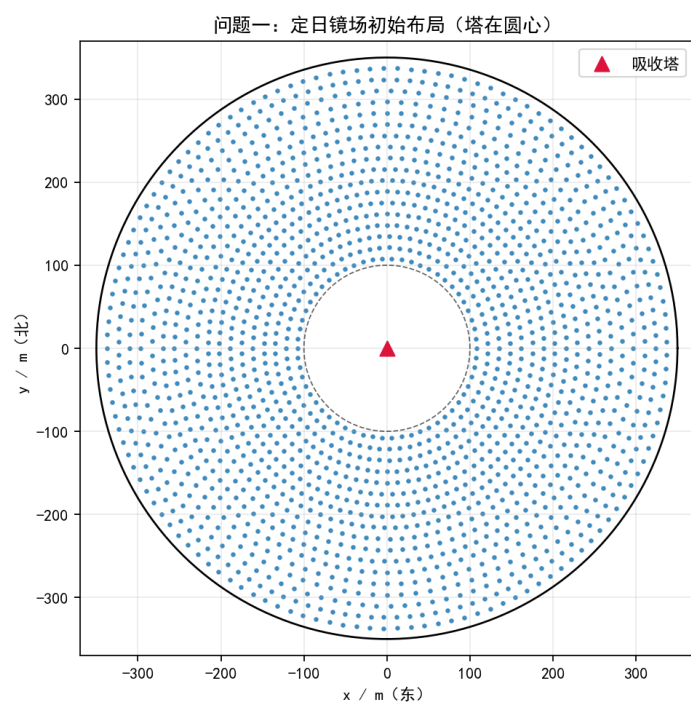
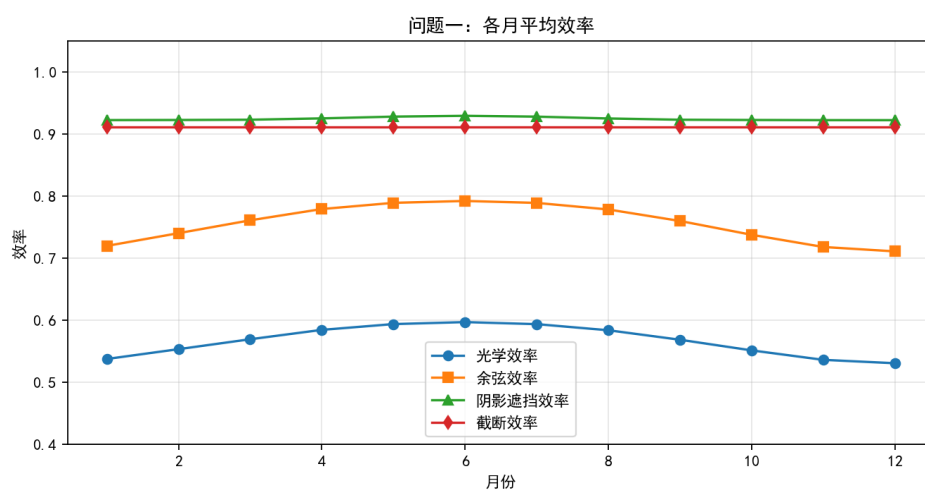
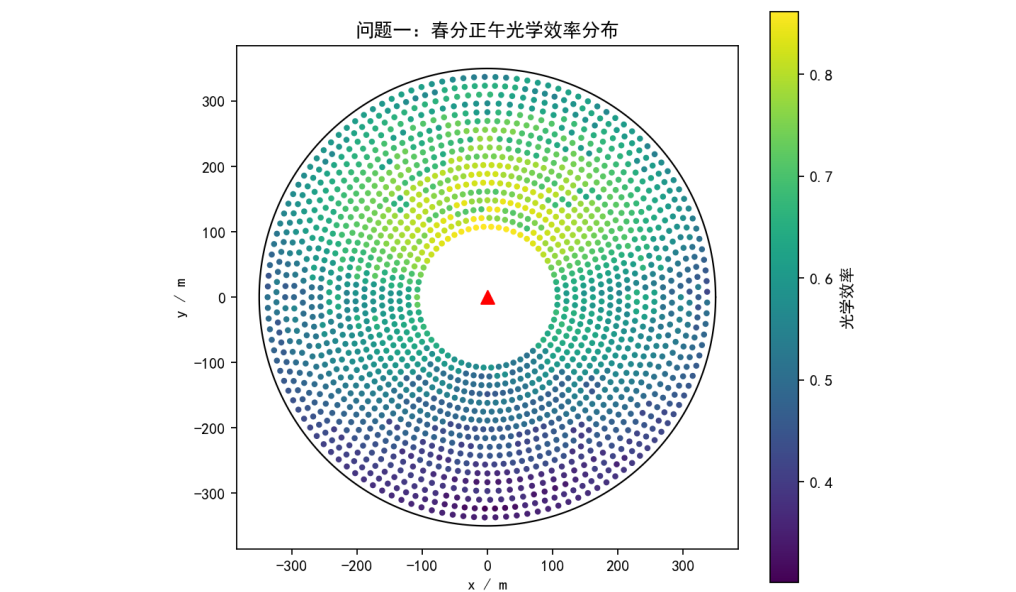
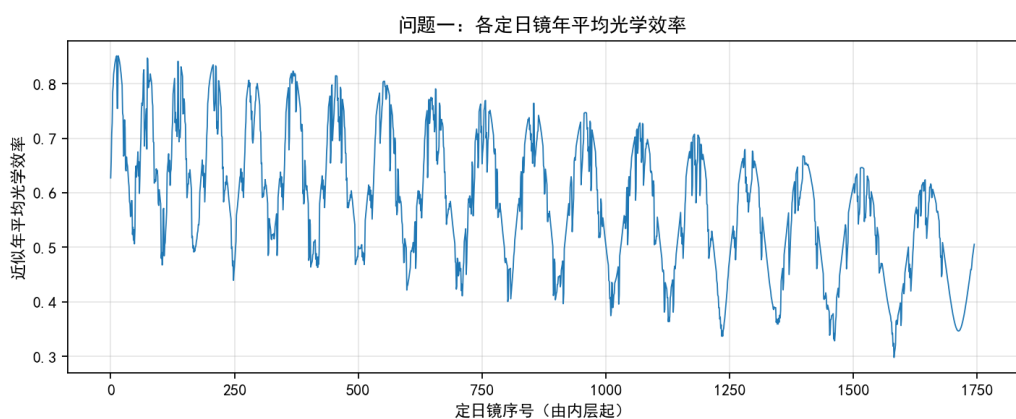

图 2 问题一：定日镜场初始布局（塔在圆心）
图 3 问题一：各月平均光学效率及其分量
图 4 问题一：春分正午光学效率空间分布
图 5 问题一：各定日镜年平均光学效率（由内层起编号）
布局见图 2。各月平均效率见图 3，春分正午光学效率空间分布见图 4，由内层起编号的单镜年平均光学效率近似曲线见图 5。
4. 空间分布：图 4 显示近塔区域效率更高；图 5 呈“分层波峰”结构，每一波峰对应一层环带，由内向外均值下降，与距离增大导致的截断/大气损失一致。